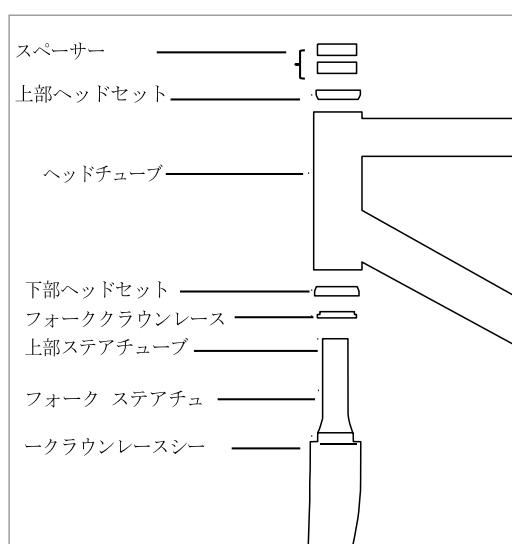

図 3
5. ヘッドセットの底部アセンブリをメーカーの説明書通りに取り付け、フォークをヘッドチューブへと差し込みます。メーカーの説明書通りに上部ヘッドセットを取り付けます(図 3)。